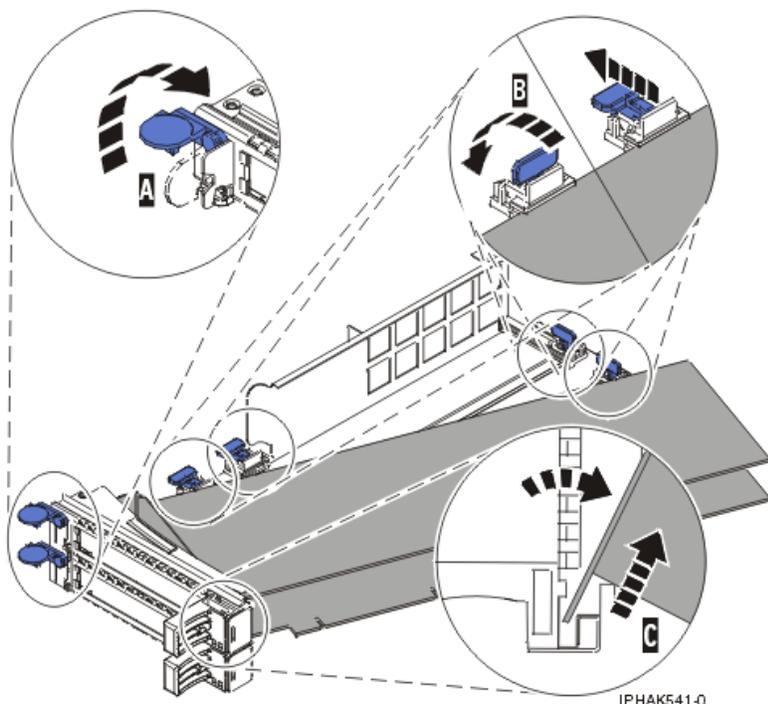
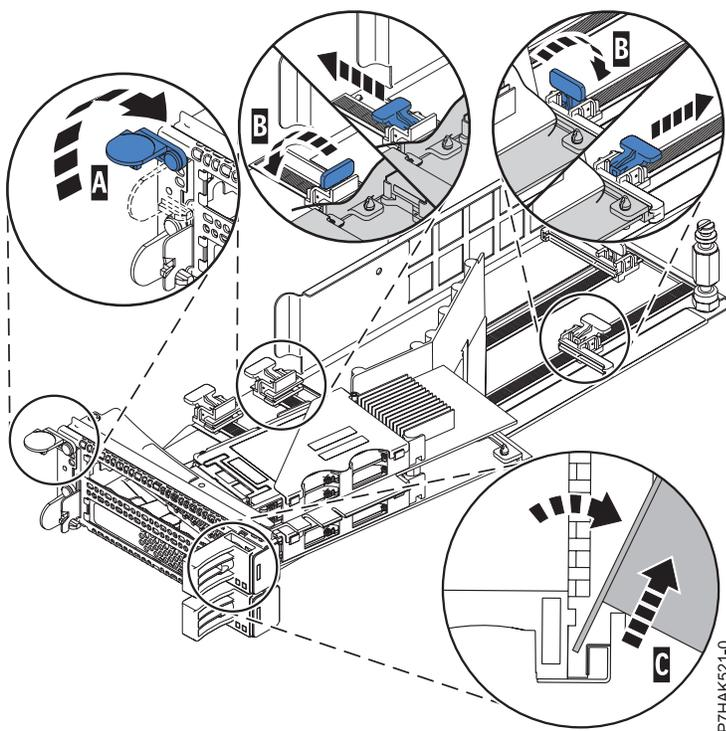

Figura 46. Adaptador removido do cassete do adaptador PCI
Figura 47. Adaptador PCIe RAID e SSD SAS removido do cassete do adaptador PCI
- d. Desparafuse o pino de articulação (C) e guarde-o em um local seguro
- a. Destrave os retentores do adaptador (B) girando os cliques retentores (A) na posição horizontal. Consulte Figura 46 na página 63. Se você estiver removendo um adaptador PCIe RAID e SSD SAS, consulte a Figura 47 na página 63.
- b. Empurre os retentores do adaptador (B) para fora do adaptador.
- c. Destrave o grampo do suporte sobre trilhos do adaptador (A).
- e. Erga o adaptador para fora do canal de retenção do suporte sobre trilhos (C).